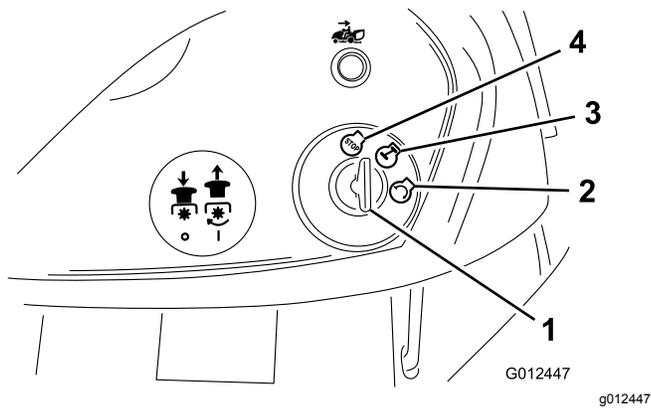

Figura 11
8. Gire la llave de contacto en el sentido de las agujas del reloj y manténgala en la posición de Arranque (**Figura 11**).
2. Gire la llave de contacto a la posición de Desconectado (Figura 11).